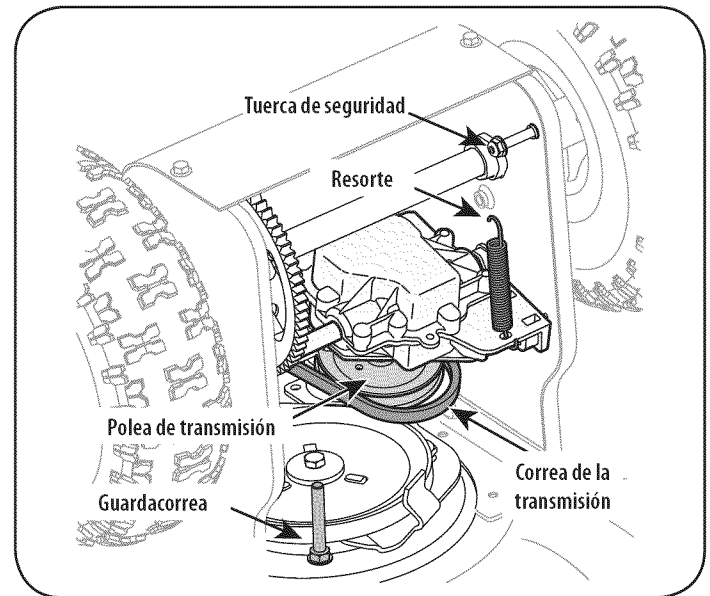

Figura 20
1. Incline la máquina quitanieve hacia arriba y hacia adelante de manera que quede apoyada sobre la caja de la barrena. Retire el guardacorrea como se indica en la Figura 20. Regrese la máquina quitanieve a su posición vertical para completar los siguientes pasos.
5. Si no va a cambiar la correa de transmisión, instalar nueva correa de la barrena y volver a instalar la cubierta de la correa y fijador de la correa muestran en la figura 20.
2. Quite el resorte que conecta la transmisión a un perno en el cuadro del motor. Vea la Figura 20.